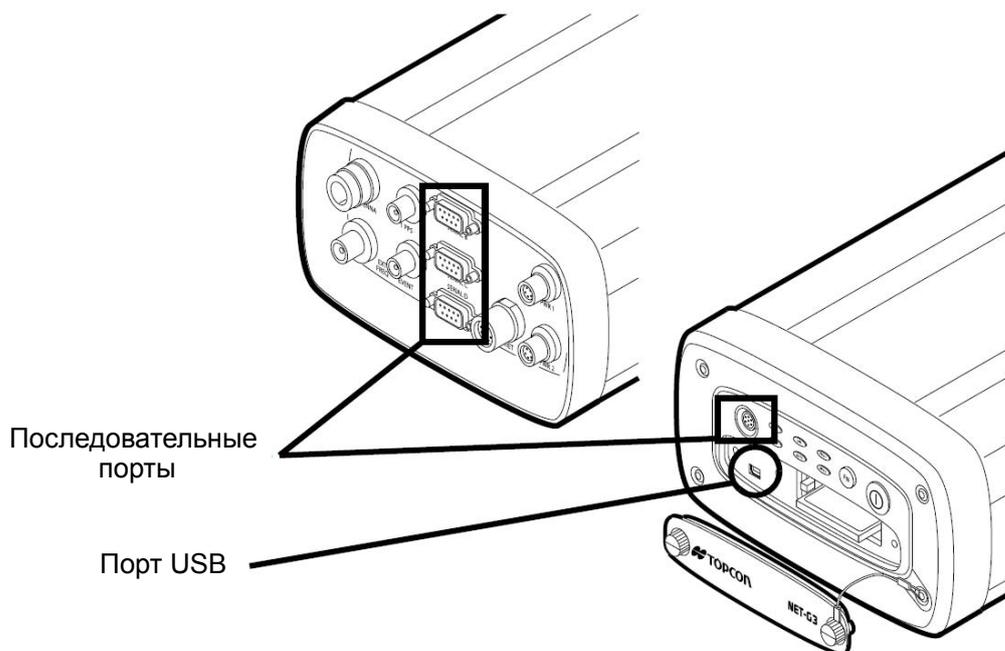

Рисунок 2-5. Последовательные и USB порты NET-G3
3. Извлеките файл FLoader.exe в папку FLoader (см. рисунок 2-5).
4. Создайте ярлык на рабочем столе вашего компьютера для быстрого доступа к FLoader (см. рисунок 2-5).